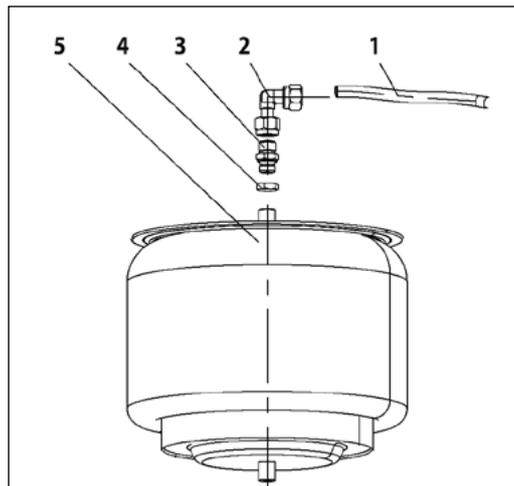

Figura 1-2-12
4. Depois que a pressão de ar no cilindro for removida, solte o ferrolho conectado ao adaptador [3] (figura 1-2-12) e remova lentamente a pressão de ar da mola pneumática dianteira.
- Aperte a porca fina hexagonal [4] (figura 1-2-12) com o torque de $75 \text{ N.m} \pm 5 \text{ N.m}$. Em seguida aplique a marca de tinta padrão.
- Se o ângulo de desvio entre a ponte e o corpo for muito grande, a mola pneumática deve ser alinhada com os furos de montagem. Evite a torção forçada da mola pneumática dianteira [5] (figura 1-2-12). Em função disso, antes de ajustar a mola pneumática, ajuste a barra de reação dianteira para levar o eixo para a posição de montagem. Reinstale. Após a conclusão, os parâmetros de alinhamento das rodas são detectados.